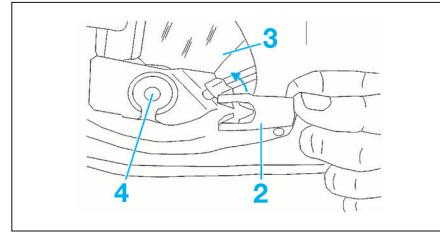

FIG. 41
- par l'intérieur la fourchette (2) de fixation de la vitre (3) sur le lève-vitre (4) (Fig.41).